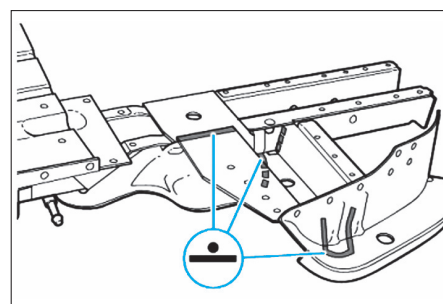

FIG. 74
- Souder les pièces neuves à la pointeuse électrique (Fig.74).